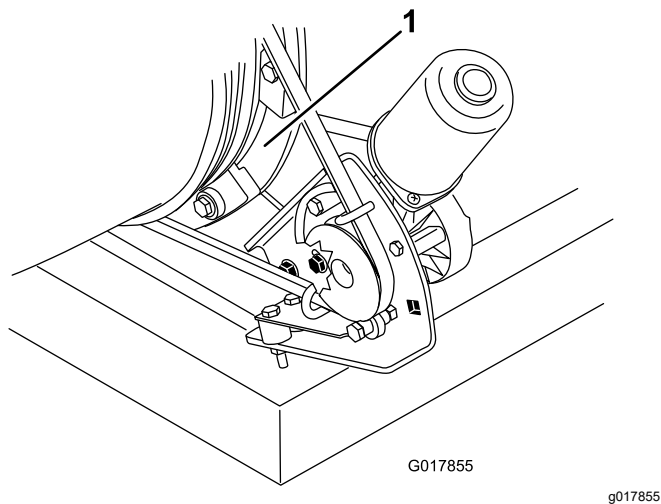

図 49
2. 吹き出し口の周囲や内部、およびガイドとガイドの間についている刈りかす、ほこり、ごみなどを除去する 図 49。